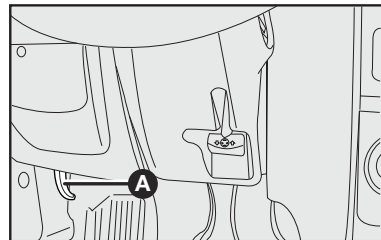

fig. 108
- 1) Tire de la palanca **A**-fig. 108.